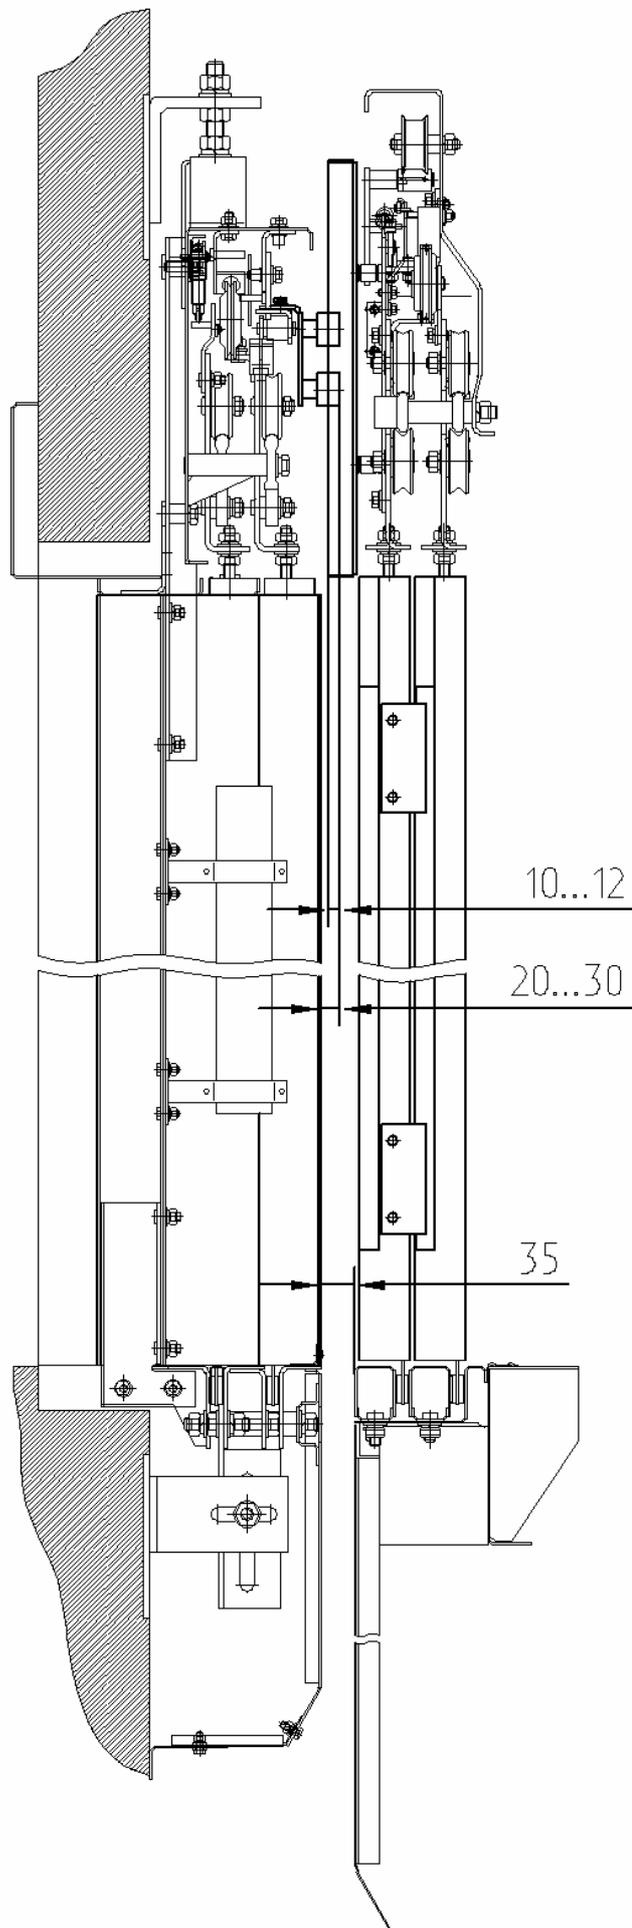

Рисунок 3.2 – Взаимодействие дверей шахты и привода дверей кабины
- подвинуть порог дверей шахты, выставив зазор не более 35 мм до порога кабины (рисунок 3.2);